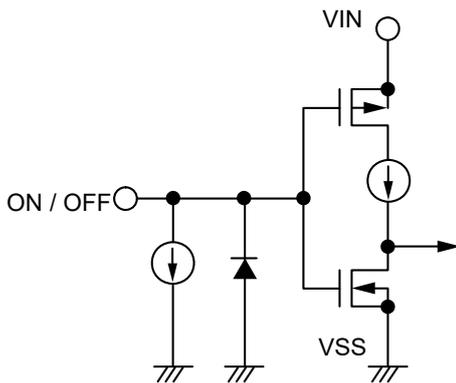

図16 S-1313xxxHシリーズA / Cタイプ
ON / OFF端子は図16、図17の構成になっています。
*2. ON / OFF端子をVIN端子に接続した状態で動作させたときのS-1313xxxHシリーズA / Cタイプの消費電流は、0.1 μ A typ.の定電流分だけ多く流れますので注意してください (図16参照)。